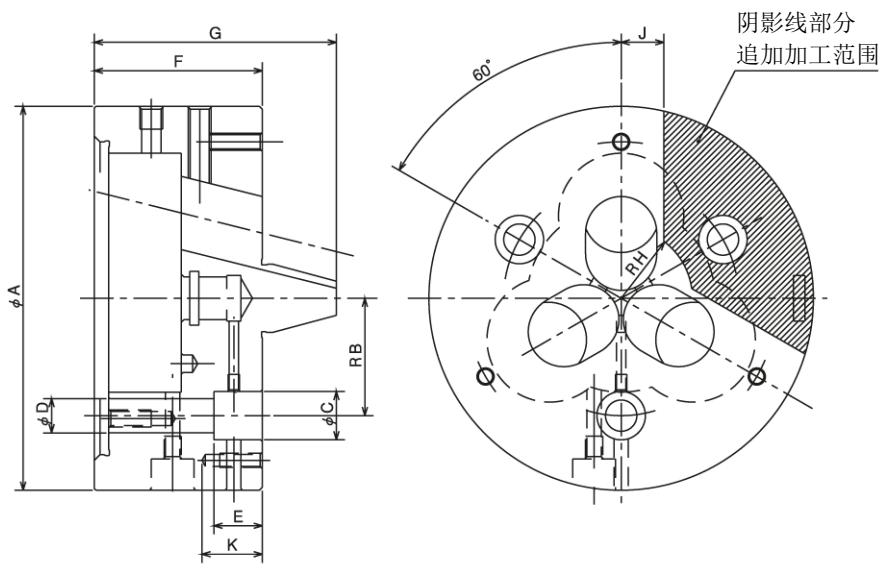

图 8
- 在卡盘体表面安装定位座或夹具时，请在图 8 所示的追加工范围内进行攻丝或钻孔。